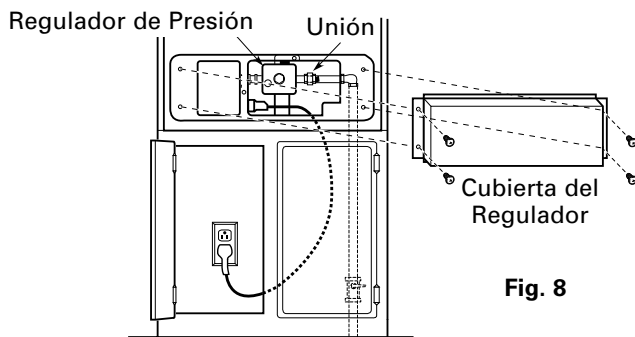

Fig. 8
2. La conexión de cañerías rígidas y la unión a la válvula de cierre (vea Fig. 8).